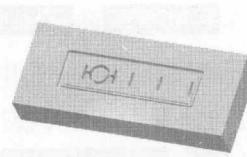

图 1.8 着色后的上半部分体积块
Step6. 系统弹出“属性”对话框, 同时模型中的上半部分变亮, 在该对话框中单击 **着色** 按钮, 着色后的模型如图 1.8 所示。然后在对话框中输入名称 **upper_mold**, 单击 **确定** 按钮。